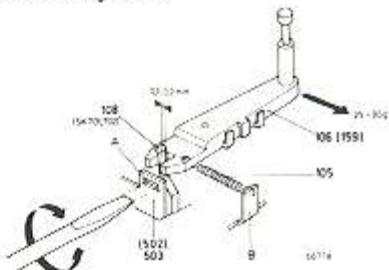

Fig. 12
D. EINSTELLUNG DER BANDSPANNUNGSREGELUNG (Fig. 12)
- Der Abstand zwischen dem Mittenkontakt des Schalters 108 und der Seite des Schlitzes im Bandspannungsvergleichselement 106 (159) in Ruhelage soll 0,1-0,2 mm sein. Einstellen durch Biegen der Zunge A.